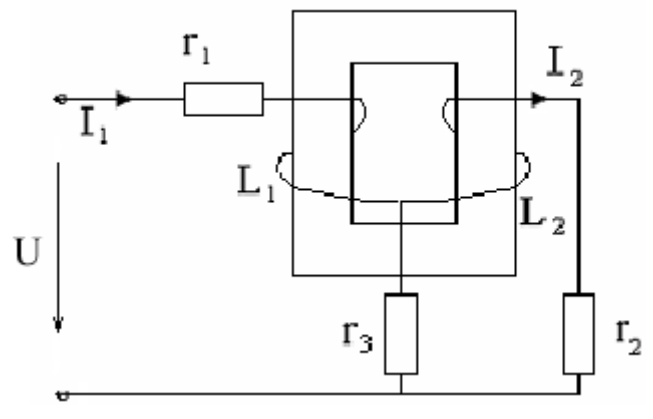

Рис. 76
55. К цепи (рис. 76) подведено напряжение $U=110$ В. Параметры цепи: $r_1=20$ Ом, $r_2=15$ Ом, $r_3=10$ Ом, $L_1=0,4$ Г, $L_2=0,3$ Г, $M=0,2$ Г. Частота тока $f=50$ Гц. Найти все токи методом контурных токов, построить топографическую диаграмму. Определить мощности, передаваемые из одной ветви в другую путем взаимной индукции.